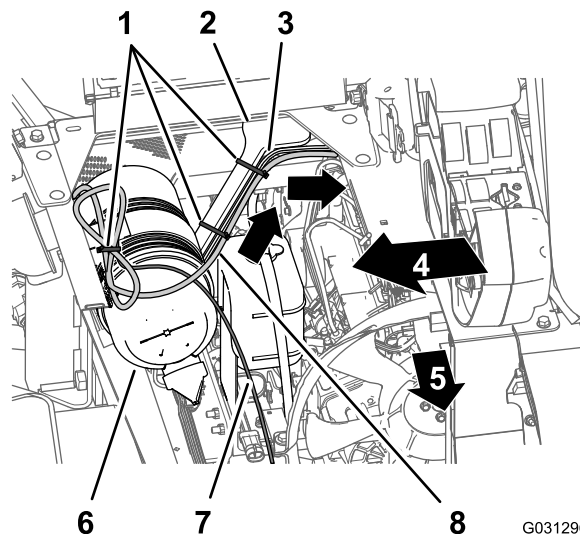

Рисунок 145
1. Проложите ответвление питания длиной 270,5 см жгута проводов передачи навигационных данных и электропроводов через угловую часть опоры сиденья и вниз вдоль левой опоры кожуха двигателя (Рисунок 145).
2. Прикрепите жгут проводов к опоре кожуха двигателя с помощью кабельных стяжек (Рисунок 145).